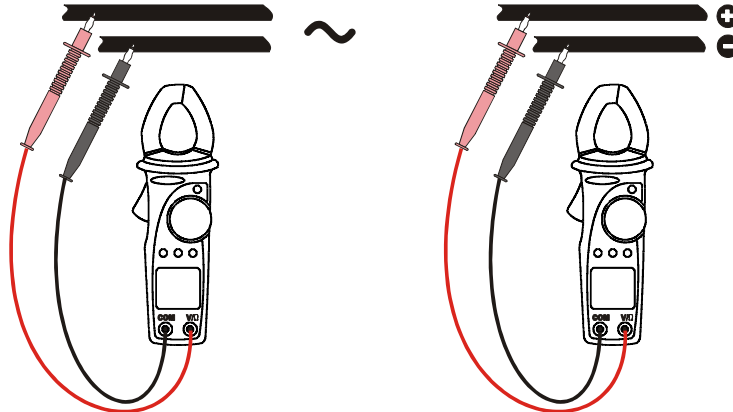

Fig. 4: medida de voltaje CA    Fig. 5: medida de voltaje CC
2. Inserte el cable rojo en el terminal de entrada V/Ω y el cable negro en el terminal de entrada COM (ver Fig. 4 o Fig. 5). Use eventualmente el capuchón de goma para alojar la punta roja para operar con más comodidad (ver Fig. 3).